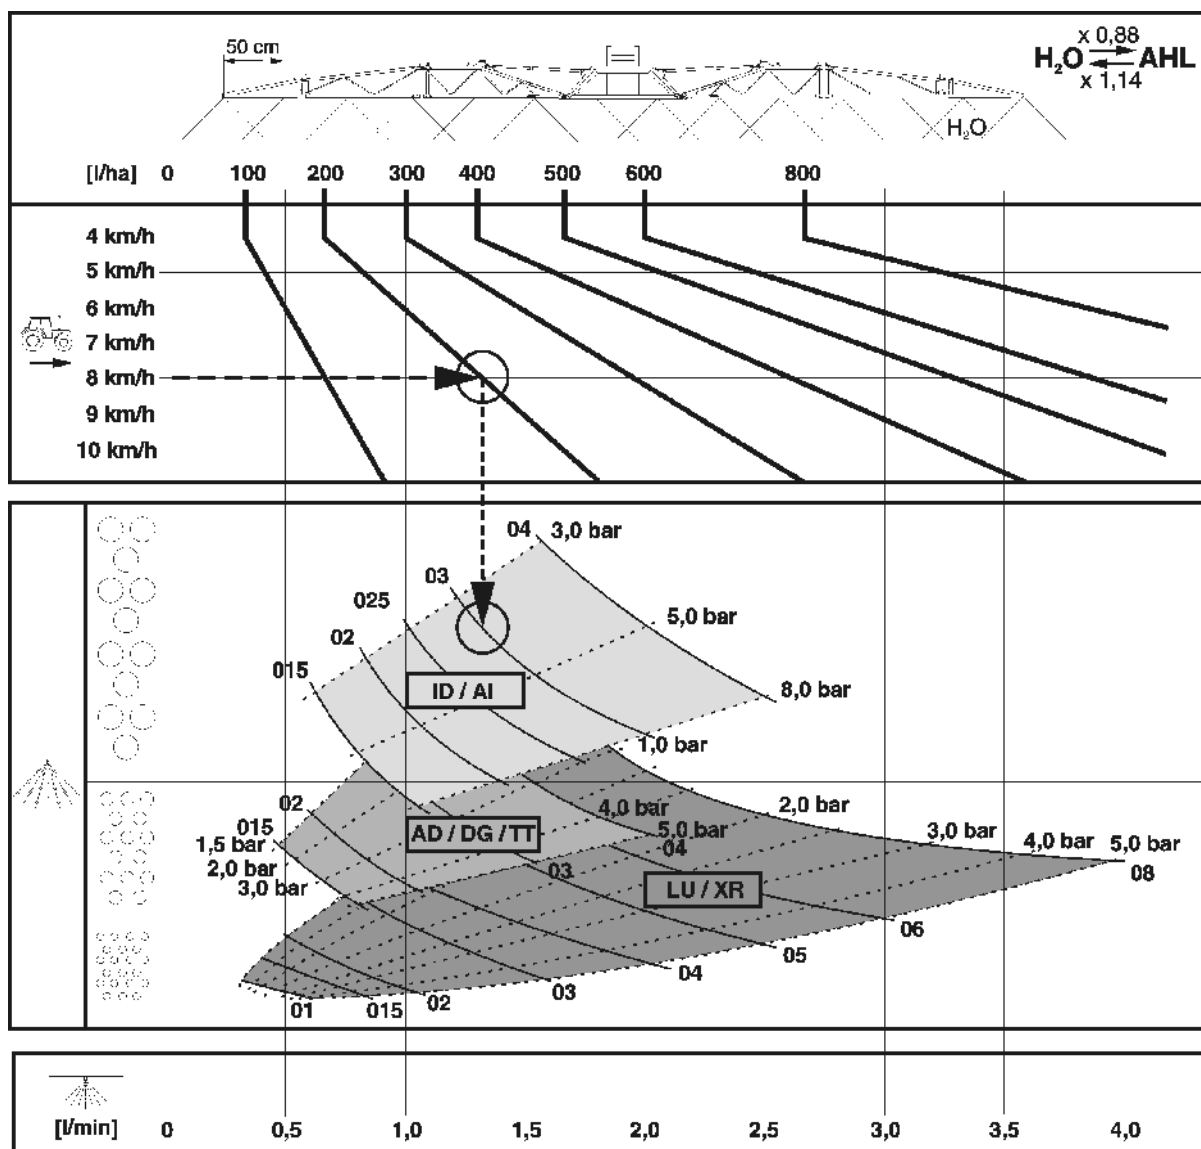

Fig. 152
- Tous les débits en [l/ha] figurant dans les tableaux sont obtenus avec de l'eau. Pour les apports de solutions ammoniacales (AHL), multipliez les valeurs fournies par 0,88 et pour les solutions nitrophosphatées (NP) par 0,85.
- La Fig. 152 permet de sélectionner le type de buse approprié. Le type de buse est déterminé par